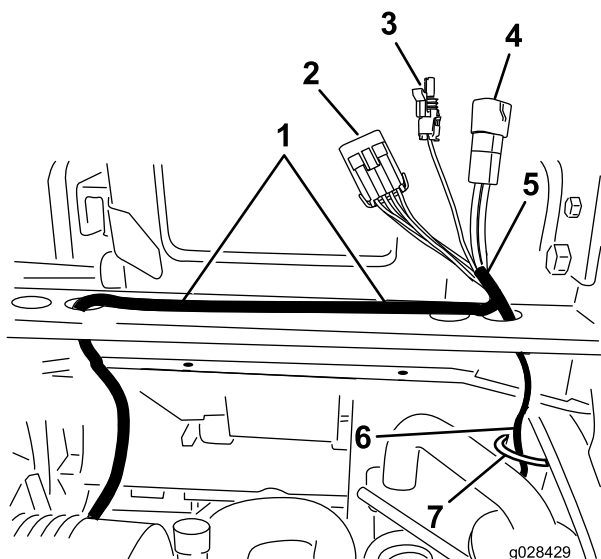

図 23
3. 大きなコネクタと同じハーネスの端から、長いキャブワイヤコネクタが3つをROPSポストに沿うようにして下へ導き、後パネルのフレーム部材の下を通し、そこから上へ導いてコントロールパネルの下側の穴に通す 図 23。